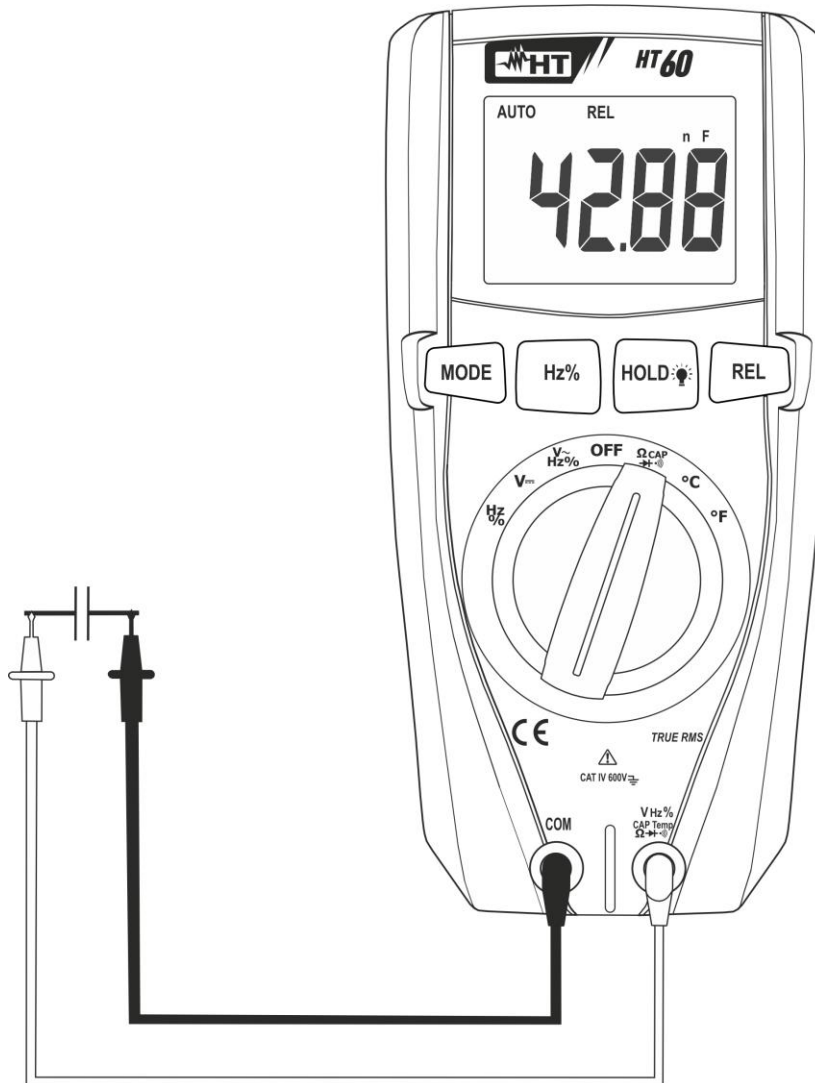

Fig. 7: Uso do instrumento para a medição de Capacidades
5. Colocar as ponteiros nas extremidades do condensador em exame respeitando eventualmente as polaridades positivas (cabo vermelho) e negativas (cabo preto) (ver Fig. 7). O valor da capacidade é apresentado no display